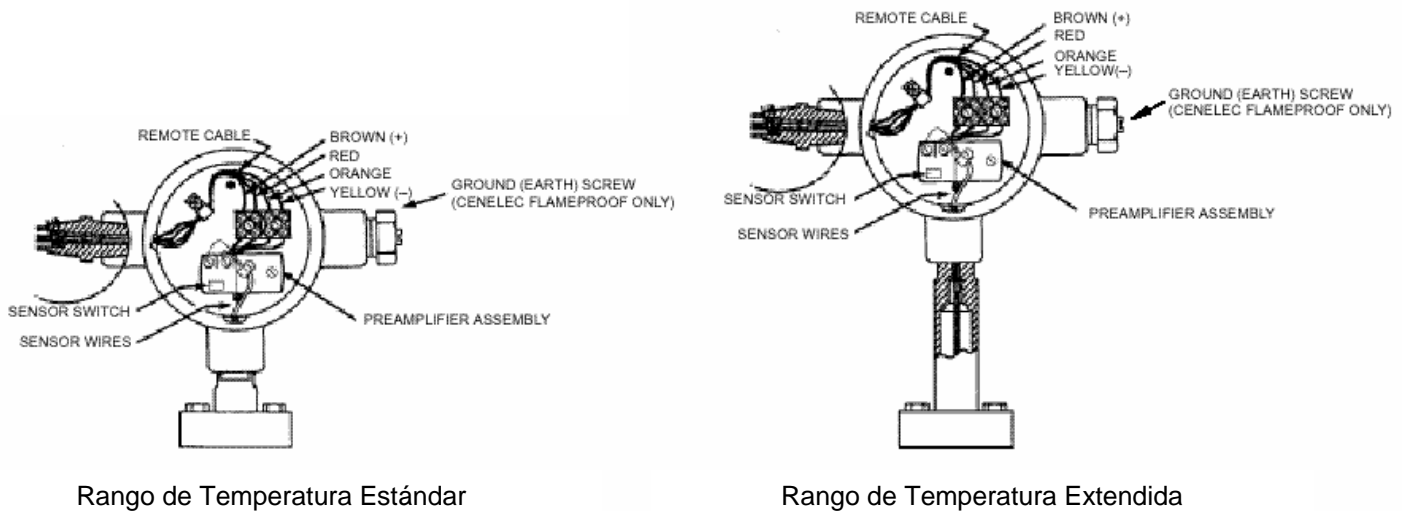

Figura 26. Caja de Conexiones.
- a. *Para sensor de rango de temperatura estándar:* Afloje la abrazadera, desconecte las puntas amarilla y café del sensor del bloque de terminales. como se indica en la figura 26.